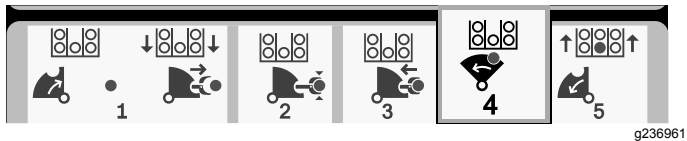

Bild 23
8. Lassen Sie die Taste los, um zum nächsten Schritt in der Folge zu gehen (Bild 23).